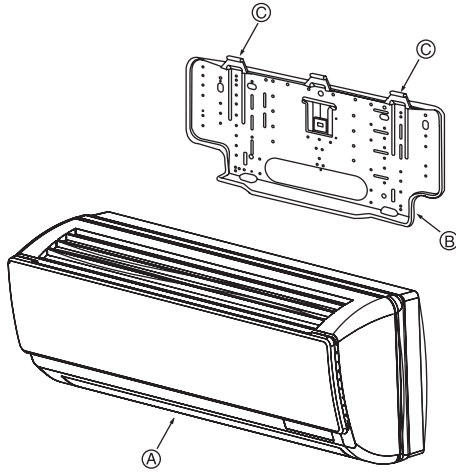

Fig. 3-8
① Duvar montaj mesnedi
3.3. Ünitenin monte edilmesi (Fig. 3-8)
- ① İç ünitenin asma tertibatlarını duvar montaj mesnedinin çıkıntılarının üzerine sağlam bir şekilde yerleştiriniz.